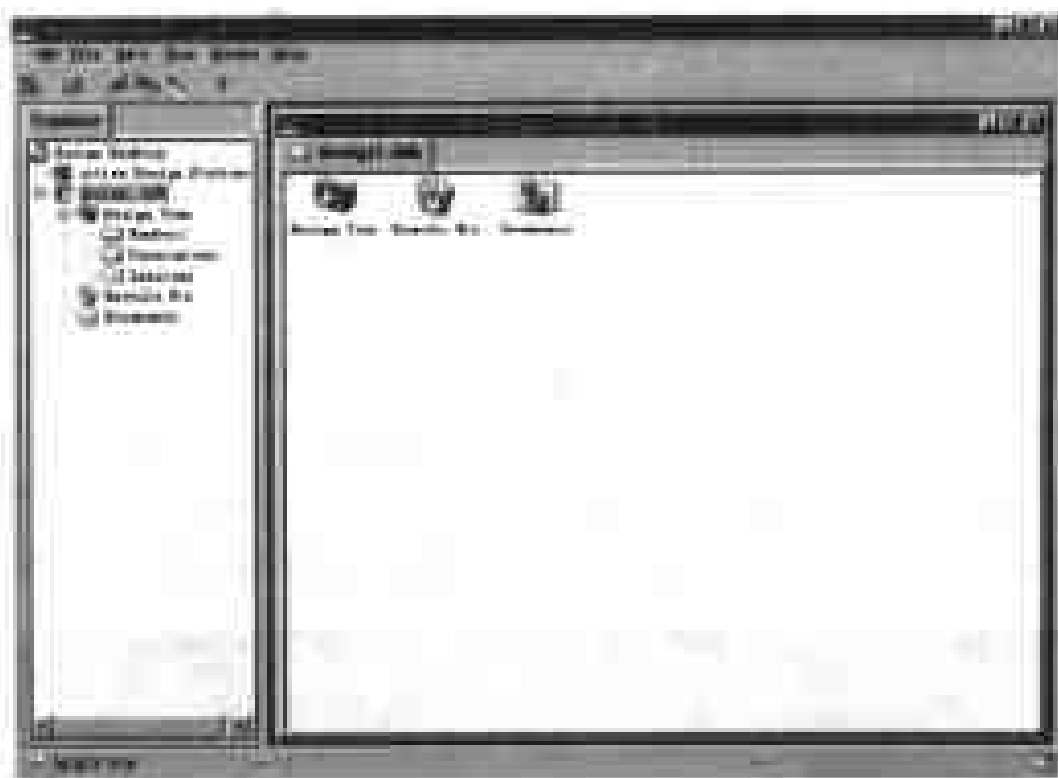

图 1-5 项目数据库文件的主界面
(2) 在对话框的 Database File Name 选项框中显示了系统默认的文件名,用户可以在此输入新的文件名 Design1.ddb,然后单击 Browse 命令按钮,在弹出的另一个对话框中重新指定文件的存储路径。
(3) 单击对话框底部的 OK 命令按钮,则 Protel 99 的主界面发生改变,如图 1-5 所示,这样就创建了一个名称为 Design1 的项目数据库。在工作区的窗口中包含 3 个文件夹,双击 Documents 文件夹,同时在窗口中添加了相应的标签,单击标签即可显示其中的内容。
(1) 在如图 1-5 所示的界面中选择 File > New, 弹出如图 1-6 所示的对话框。需要注意的是, 此时 File 菜单中包含的命令与图 1-3 中的 File 菜单中的命令有很大不同, 此时的 File 菜单中的命令主要是对此项目数据库中的文件进行管理和操作。